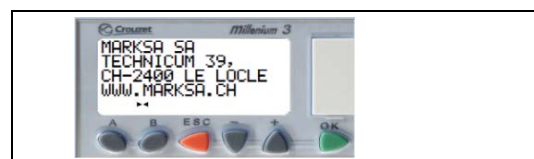

Fig. 11-19 : Anzeige bei Nichtverwendung des Regulierungsmodus
- oder Bildschirm mit den Marksa SA Kontaktdaten "Fig. 11-19 :"